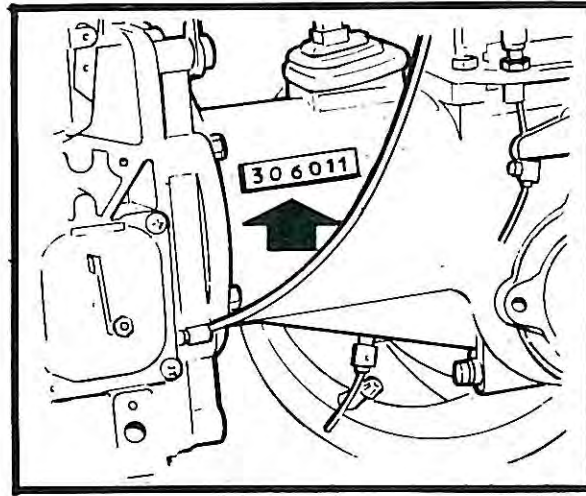

Fig. 1
Il numero di matricola del motocoltivatore è stampigliato sulla sinistra della scatola del cambio (Fig. 1) (lato frizione).
*The serial number of the two-wheeled tractor is stamped on the left of the gear box (Fig. 1) (clutch side).*
Le numéro de série du motoculteur est gravé à gauche sur la boîte de vitesse (Fig. 1) (côte embrayage).
*Die Seriennummer des Einachsschleppers ist links auf dem Kupplungsgehäuse (Abb. 1) (kupplungsseitig) eingraviert.*